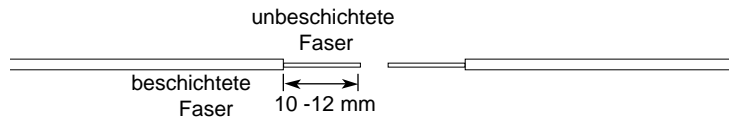

Abbildung 31
5.5 Setzen Sie die Fasern ab, und reinigen Sie sie mit Alkohol. Trennen Sie die Fasern mit Hilfe des A8 Trenngerätes, und legen Sie hierbei etwa 10 mm der Faser frei (siehe Abb. 31).